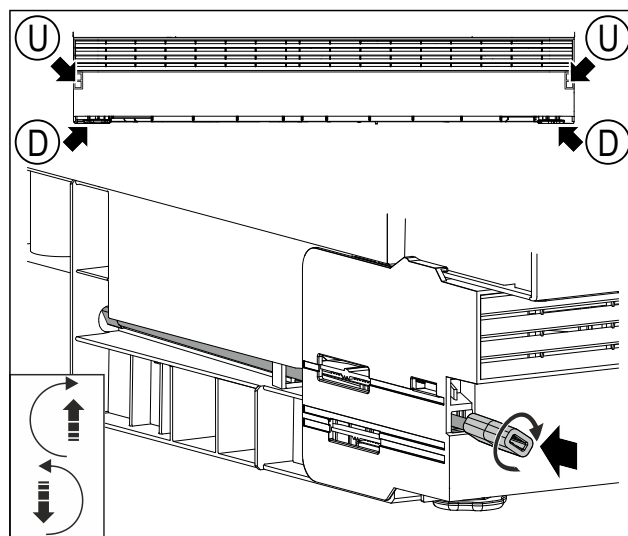

Fig. 46 Reprezentare exemplificatoare
- ▶ Introduceți bara cu piesa adaptatoare în deschizătura Fig. 46 (U).